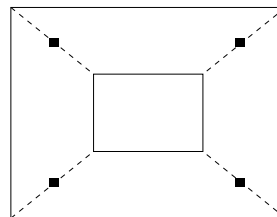

Fig. 1 Auxiliary Magnet
- 1) Conecte la salida del Generador Sweamer como mostrado en la Fig.1
< FIG 1 >